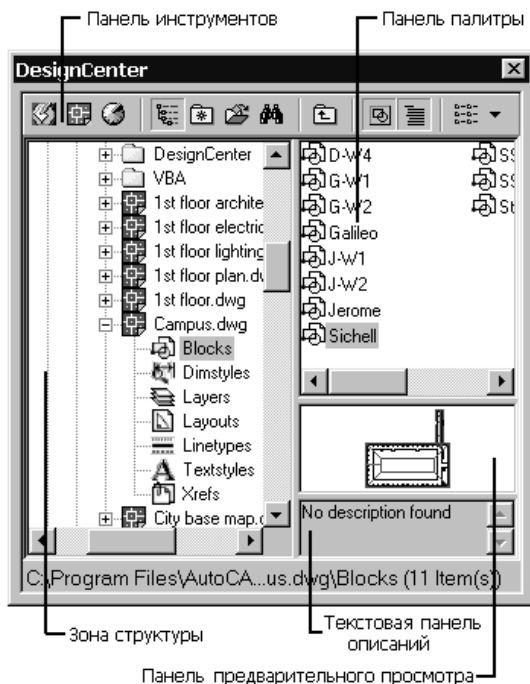
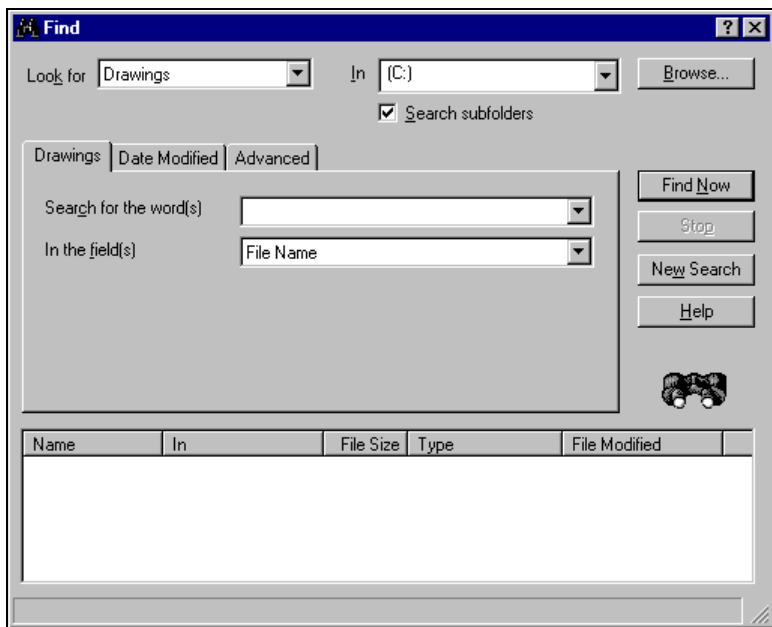

Рис. 7.1. Диалоговое окно **DesignCenter**
Рис. 7.7. Диалоговое окно **Find**
Диалоговое окно AutoCAD **DesignCenter** (Центр управления AutoCAD) (рис. 7.1) по внешнему виду похоже на окно проводника **Windows Explorer** (Проводник). Для его вызова в графическую зону чертежа можно воспользоваться одним из следующих способов:
- ☐ Отметить источник (файл, именованный компонент и т. д.) в зоне структуры (рис. 7.1). В палитру загружаются все элементы, входящие в состав источника. Так, если отметить папку, то в палитре появятся значки всех внутренних папок и файлов, входящих в отмеченную папку. Двойной щелчок по значку элемента, находящегося в палитре, позволяет раскрыть его составные части.
- ☐ автоматически при помощи диалогового окна **Find** (Поиск) (рис. 7.7), которое открывается с помощью кнопки **Find** (Поиск) панели инструментов ЦУ (рис. 7.1, кнопка 7).